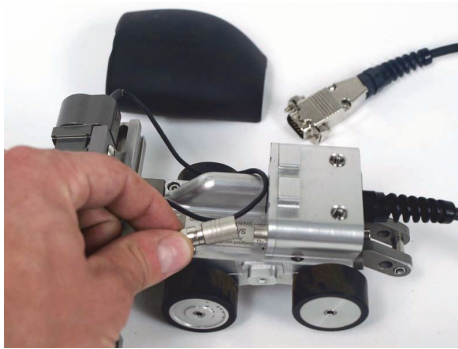

图 A-7 断开 Y 轴编码器模块的连接
2. 拉出连接器（参见第 69 页的图 A-7），断开 Y 轴编码器与编码器接合件的连接。